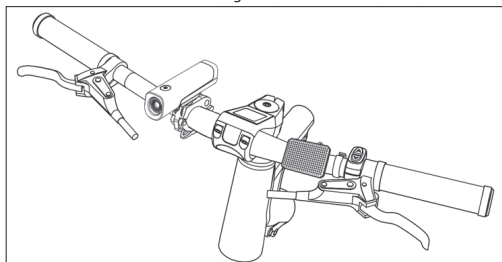

Figura 9-3
c. Monte o refletor frontal e a campainha no guidador, como mostra a **Figura 9-3**.